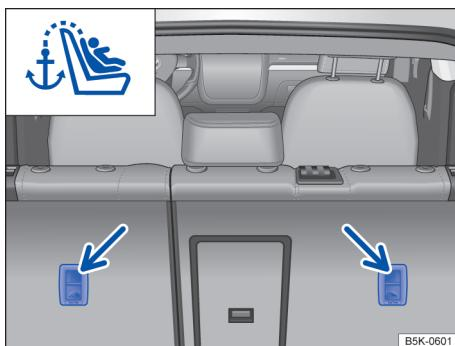

Fig. 51 No lado posterior do banco traseiro: olhais de retenção para o cinto de fixação superior.
- Conduzir o cinto de fixação superior da cadeira de criança para trás, no compartimento de bagagem, e enganchar no olhal de retenção identificado como Top Tether no encosto do banco traseiro → Fig. 51.